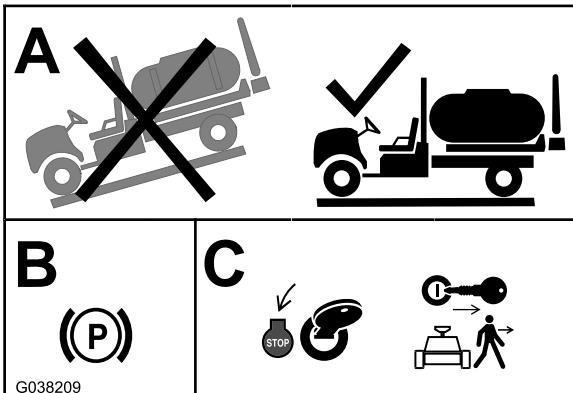

Figura 1
- Desloque a máquina para uma superfície nivelada (Figura 1).
- Engate o travão de estacionamento (Figura 1).
- Desligue o motor do e retire a chave da ignição (Figura 1).